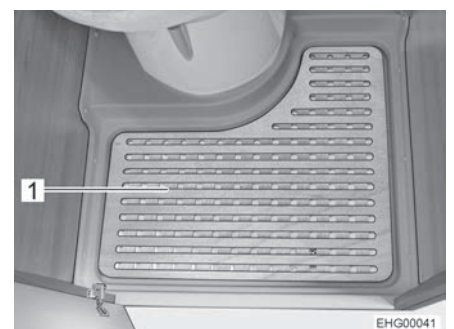

Bild 116 Uttagbar golvplatta
- Ta bort den uttagbara golvplattan (Bild 116,1) när du vill duscha.